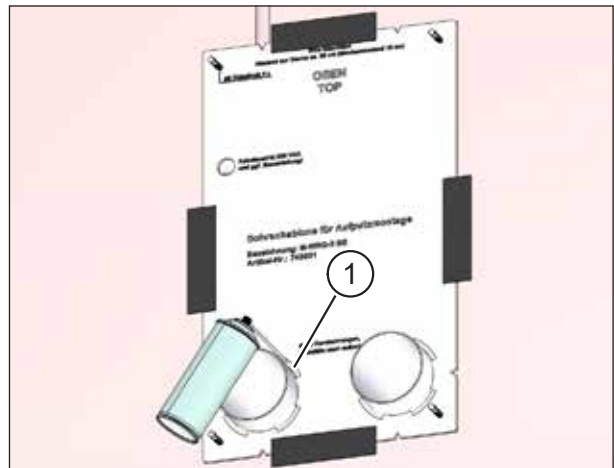

Abb. 24: Lüftungsrohre fixieren
- ▶ Sprühen Sie durch die Aussparungen (Pos. 1 in Abb. 24) beider Bohrschablonen an der Innen- und Außenwandseite Montageschaum, um die Lüftungsrohre vorläufig zu fixieren.